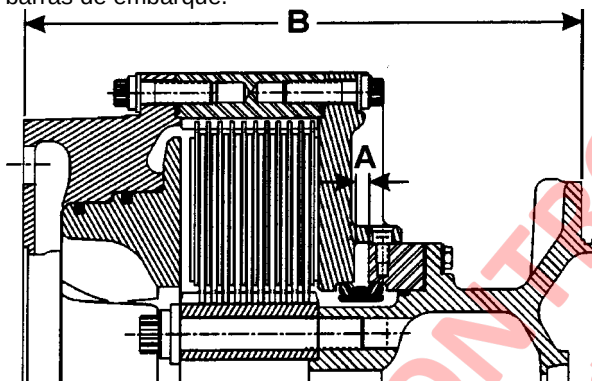

FIGURA 5-12 AJUSTE ESPACIO DEL SELLO
24. Refiérase a la Figura 5-12 y ajuste el espacio del sello de la siguiente forma: